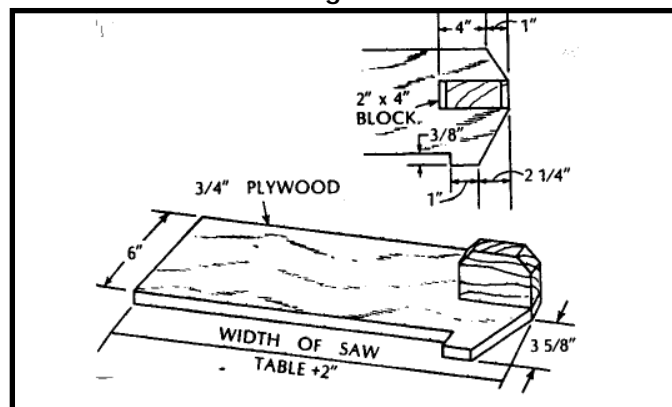
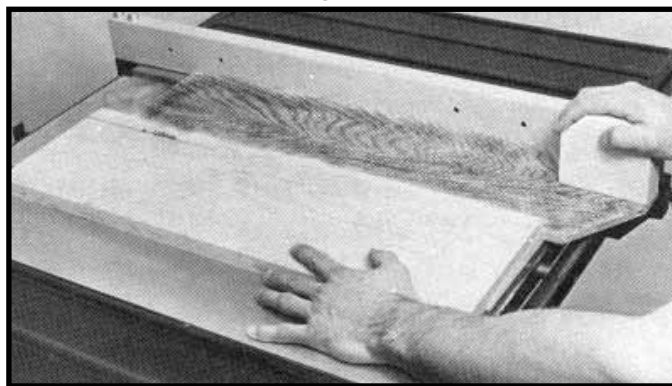

Fig. S10
Fig. S11
4. El corte longitudinal de piezas angostas puede resultar peligroso si no se hace con cuidado. De ser posible, corte la pieza más angosta de la más grande. Si la pieza de trabajo es muy corta, utilice una tabla para empujar. (Se puede construir una tabla para empujar como se ve en la Fig. S10 y debe utilizarse como se muestra en la Fig. S11.)
NOTA: En la Fig. S11 se han retirado el protector y el hendedor para mayor claridad. El protector y el hendedor deben utilizarse al realizar cortes longitudinales.